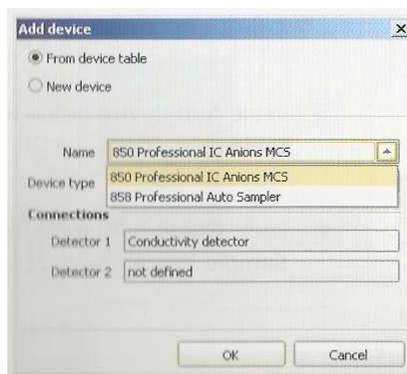

Figura 10.2 – Janela do software Magic Net IC, add device.
- Abrirá uma janela como a Figura 10.2: